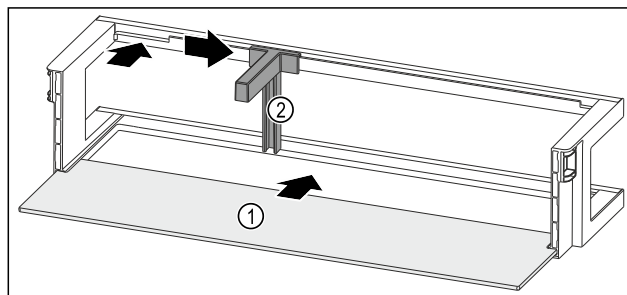

Fig. 96 Półka w drzwiach z półką
- Wsunąć półkę Fig. 96 (1) w boczne wycięcia.
- Włożyć uchwyt butelek Fig. 96 (2) do zagłębienia.
- Przesunąć uchwyt butelek Fig. 96 (2) na wybraną pozycję na bok.